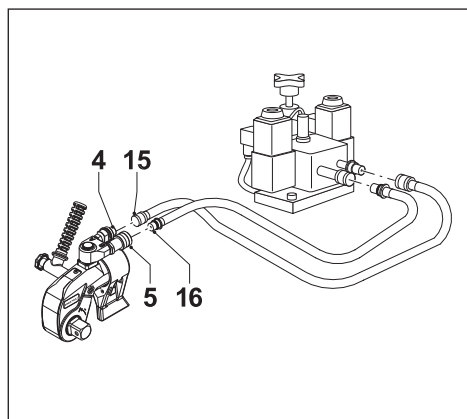

Fig. 7
3.7 Koble til slangene (Fig. 7)